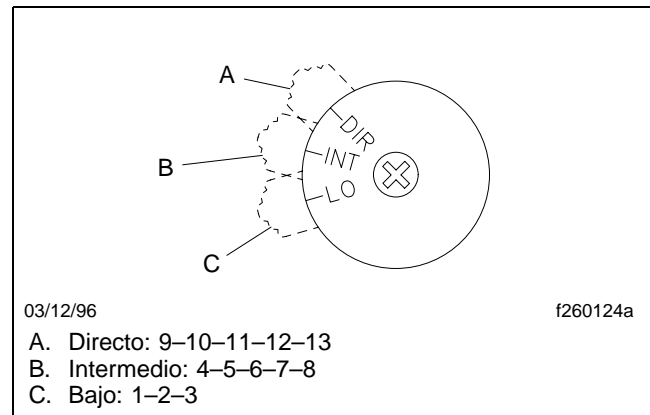

Figura 5.10, Botón de preselección de intervalo
2. Asegúrese de que el botón de preselección de intervalo esté en "LO" (bajo). Vea la **Figura 5.10**.